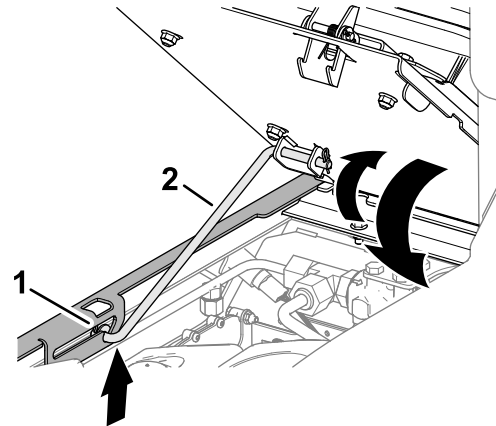

**Bild 97**
3. Vergewissern Sie sich, dass die vordere Stützstange in der Schlitzraste der Sitzhalterung sitzt (Bild 97).